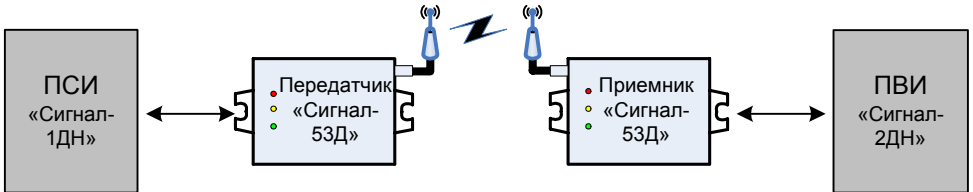

рис. 1
3.3.1. Соединение «точка – точка». Классический вариант использования удлинителя интерфейса RS-485. При такой схеме соединения «**Приемник**» посылает запросы «**Передатчику**» и получает от него ответы (см. рис. 1).